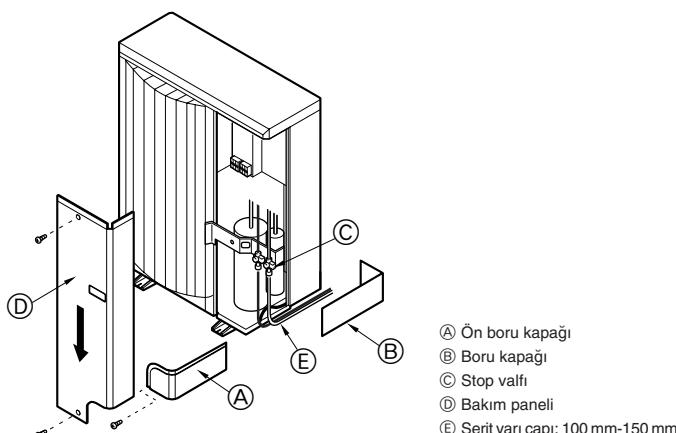
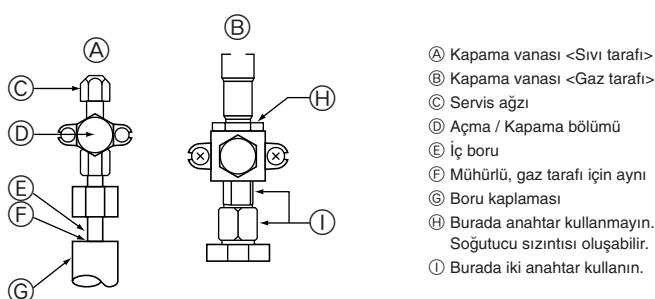

Fig. 4-2
Fig. 4-3
4.3. Soğutucu boruları (Fig. 4-2), (Fig. 4-3)
- Bakım panelini (D) (üç vida) ve ön boru kapağını (A) (bir vida) ve arkası boru kapağını (B) (iki vida) çıkarın.